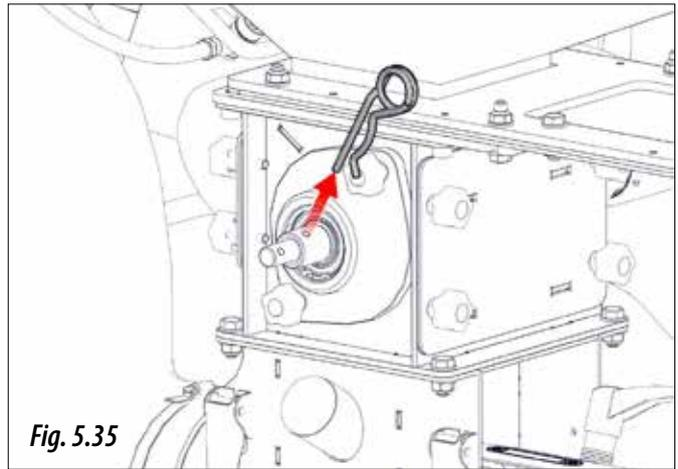

Fig. 5.35
**4.B.1-** Sacar el pasador "R" (Fig. 5.35).